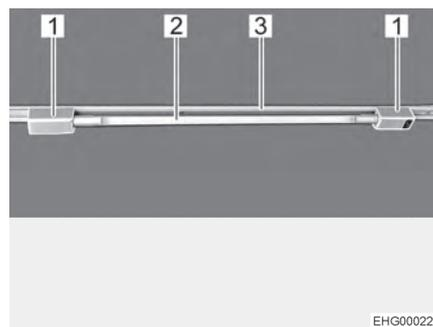

Fig. 35 Tube lumineux
- Placer les deux supports (Fig. 35,1) dans le rail (Fig. 35,3). Tourner pour ce faire les support de 90°.
- Ficher le corps de la lampe (Fig. 35,2) dans un des supports.
- Tourner le corps de la lampe (Fig. 35,2) jusqu'à obtenir l'effet lumineux désiré.